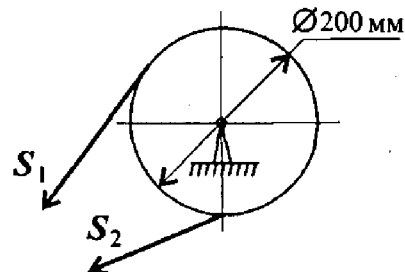

Рис. 2
- 4.Натяжение ветвей ременной передачи $S_1=700$ Н, $S_2 = 300$ Н(рис.2). Определите вращающий момент передачи.